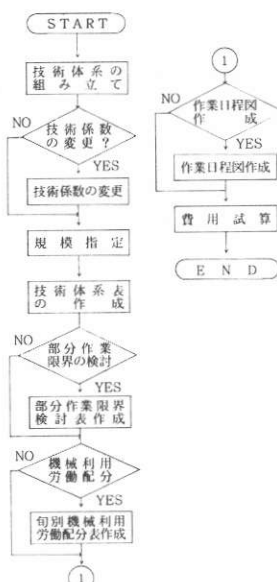

図2 技術体系組立・費用試算の流れ
2) 技術体系組立てから費用試算までの処理手順は、「技術体系組立て」→「技術係数変更」→「規模指定」→「技術体系表作成」→「部分作業限界の検討」→「機械利用・投下労働配分の作表・作図」→「作業日程図作成」→「費用試算」である(図2)。なお、出力帳表の例として水稻(稚苗・10ha)の技術体系表を示す(図3)。